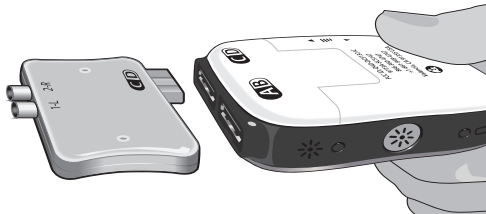

Figura 8: Conexión del adaptador de ETS al estimulador de prueba externo 2
3. Conecte el adaptador de ETS al estimulador de prueba externo 2 con la etiqueta "CD" (Figura 8).